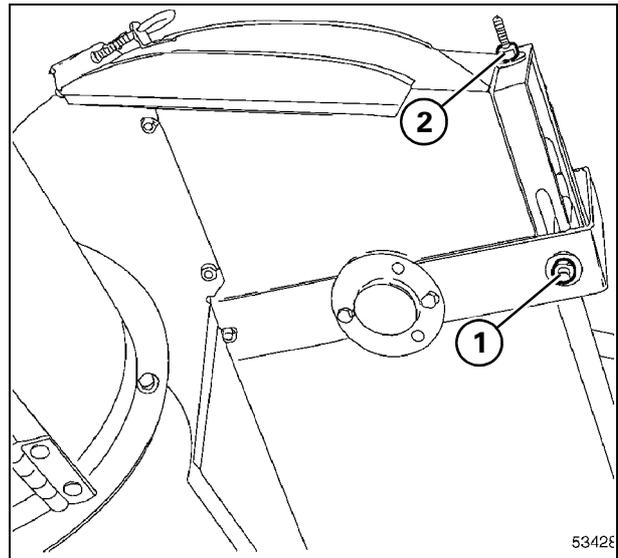

Рис. 34
28. ЦЕПНОЙ ПРИВОД ЭЛЕВАТОРА ЗАГРУЗКИ БУНКЕРА - Рис. 34